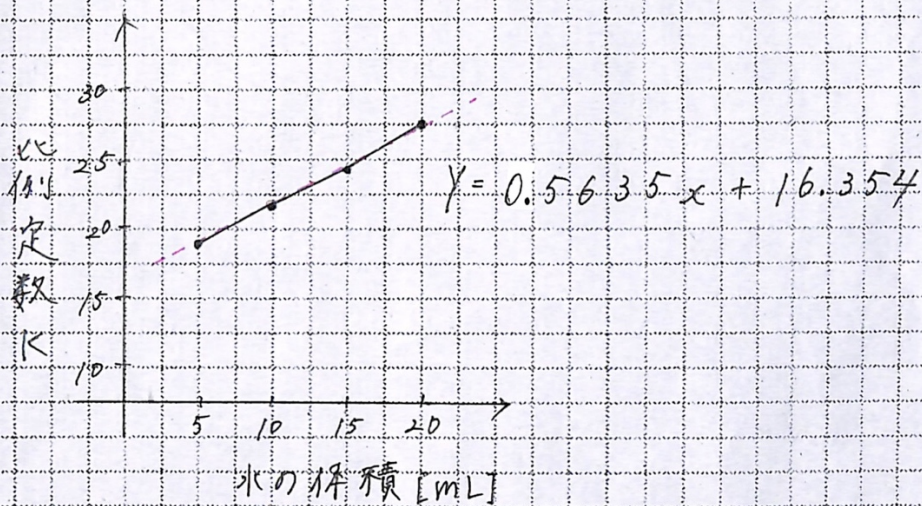

図6 水の体積と比例定数Kの関係
より、体積が増えるほど接触角 θ は小さくなると仮説し、測定結果を見ると図5が得られ仮説とは逆の結果になった。図6より線形性が見られたため $\gamma = k \cos \theta$ として比例定数 k を求めると図5より式② $\cos \theta = 7.2 / 0.56v + 16.4$ が得られた。（ v は水の体積）
表3 水の体積と比例定数Kの関係 (図6の表)